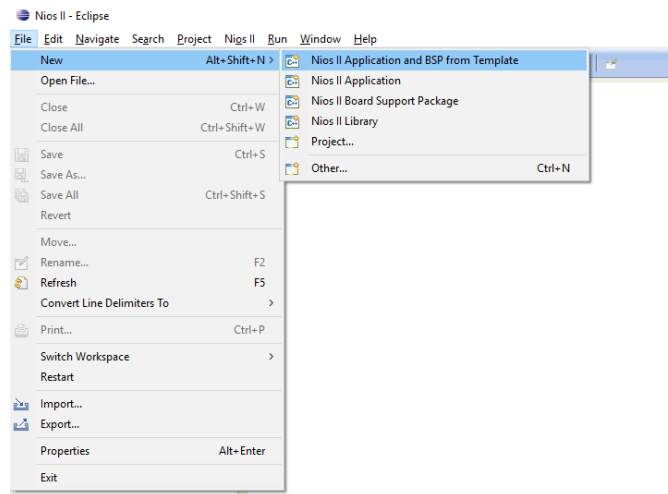

Ilustración 23 - Seleccione una nueva aplicación para NIOS II
26. Se abrirá el entorno de programación de *Eclipse*. Se procederá a crear un nuevo proyecto, para ello seleccione *File*→*New*→*Nios II Application and BSP from Template* como se visualiza en la Ilustración 23.